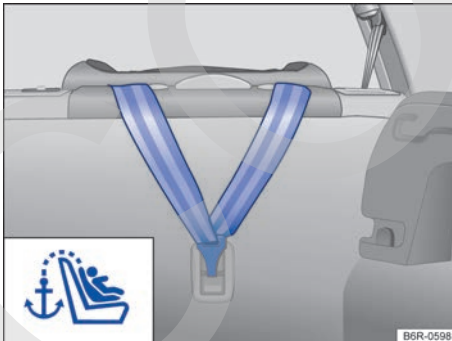

Fig. 41 En el maletero: cinturón de fijación superior enganchado.
- *En vehículos con las argollas de sujeción en el respaldo del asiento trasero:* Enganche el cinturón de fijación superior en la argolla de sujeción correspondiente, marcada como Top Tether, situada en el respaldo del asiento por el lado del maletero → fig. 41.